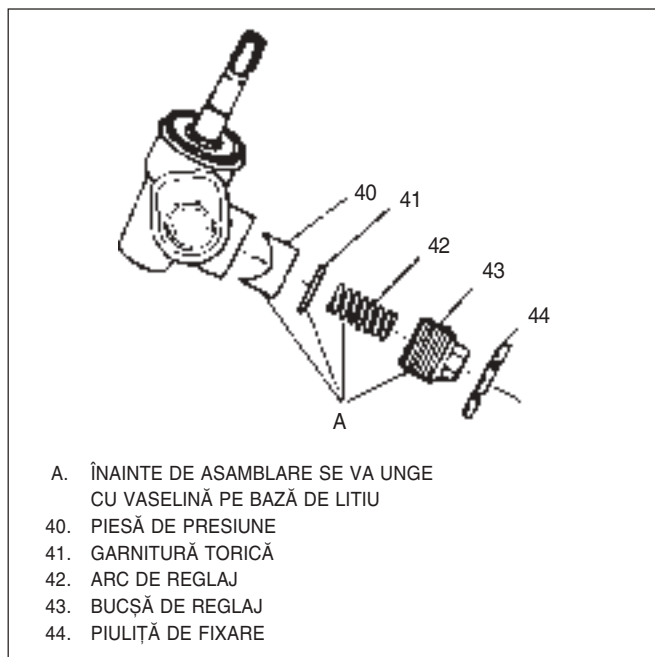

Fig. 9 Ansamblu de preluare a jocului dintre pinion și cremalieră
**↔ Se demontează sau se deconectează (Fig 9 și 10)**
- 1) Piulița de fixare (44).
- 2) Bucușă de reglaj (43).
- 3) Arcul de reglaj (42).
- 4) Garnitura torică (41).
- 5) Piesa de presiune (40).